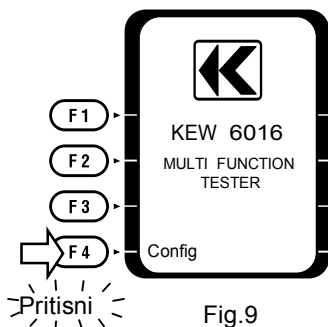

Fig.9
1. Pritisni Config Dugme (F4) pri uključivanju KEW6016. (Fig.9)